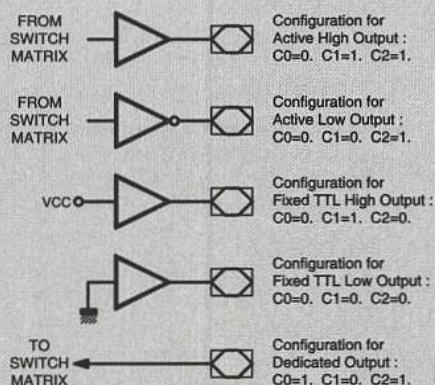

Figure 4
Tout ceci est bien beau dans son principe, mais si on recourbe les pattes afin de bloquer les cartes, l'assemblage ne plaque pas correctement sur le support et la casse de forets est fréquente. La figure 4 donne une solution : les piges sont coupées à raz de part et d'autre mais immobilisées par des bandes adhésives transparentes. C'est simple mais particulièrement efficace et facile à désassembler !
■ Figure 4
Les trois bits nécessaires à la programmation de chaque multiplexeur selon les cinq configurations possibles résumées à la figure 4 sont, comme ceux qui définissent les points de connexion de la matrice, enregistrés dans l'ispGDS de façon non-volatile (technologie EECMOS).